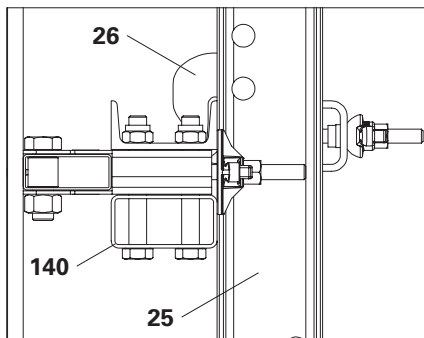

Fig. C1.05
6. Montare la staffa fissaggio corrente U100 – U120 (**26**) e fissarla in posizione serrando il dado di sollevamento rapido. (Fig. C1.05 + C1.05a)